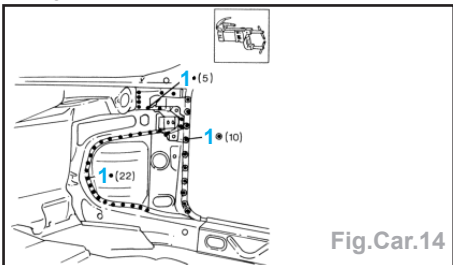

Fig.Car.14
- Effectuer une soudure par points aux endroits indiqués (2).
- Effectuer une soudure MIG aux endroits indiqués (3).
- Continuer l'opération de soudure par points à l'intérieur du véhicule (1) (Fig.Car.14).